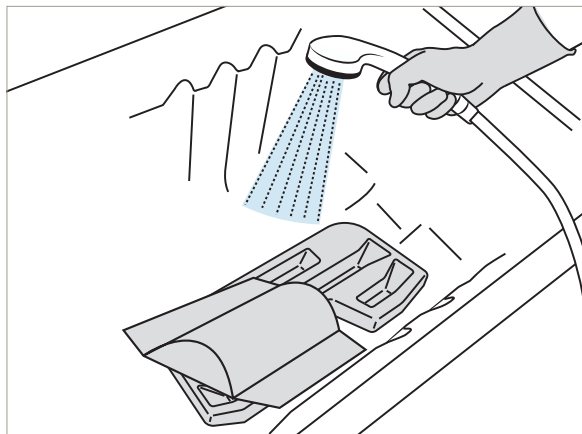

Figure 76
35. Rincer toutes les pièces internes avec de l'eau à une température d'environ 25 °C (77 °F) à l'aide de la douchette afin d'éliminer le désinfectant. Voir la section Figure 76.